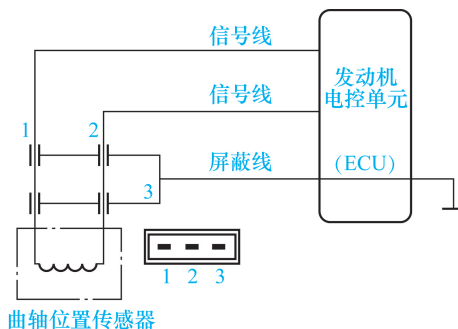

图 1-8 无源传感器电路
b. 无源传感器电路。有些传感器的工作不需要提供电源,当外界条件变化时,它会产生电动势向电控单元发出电信号,这类传感器称为无源传感器。如图 1-8 所示,无源传感器因其信号微弱,为防止电磁干扰引起信号失真,信号线需要采用屏蔽线。